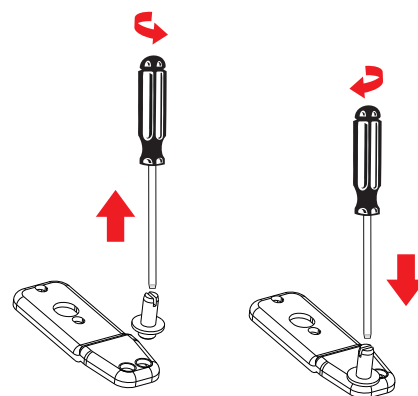

Fig. 16
- ▶ Retire la espiga de la bisagra inferior con un destornillador de ranura y vuelva a enroscar la espiga en el orificio opuesto (fig. 16).